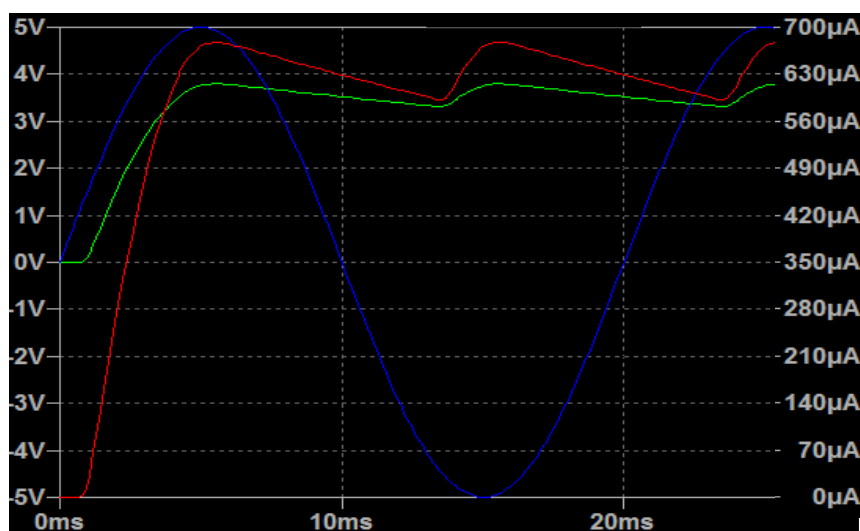

Рис.2.2 Сигнали отримані при симуляції схеми при $R_1=5.6$ кОм (синій графік –вхідний сигнал, зелений – сигнал на резисторі, червоний – струм через резистор)
3. Результат симуляцій зображено на рис.2.2 та рис.2.3.